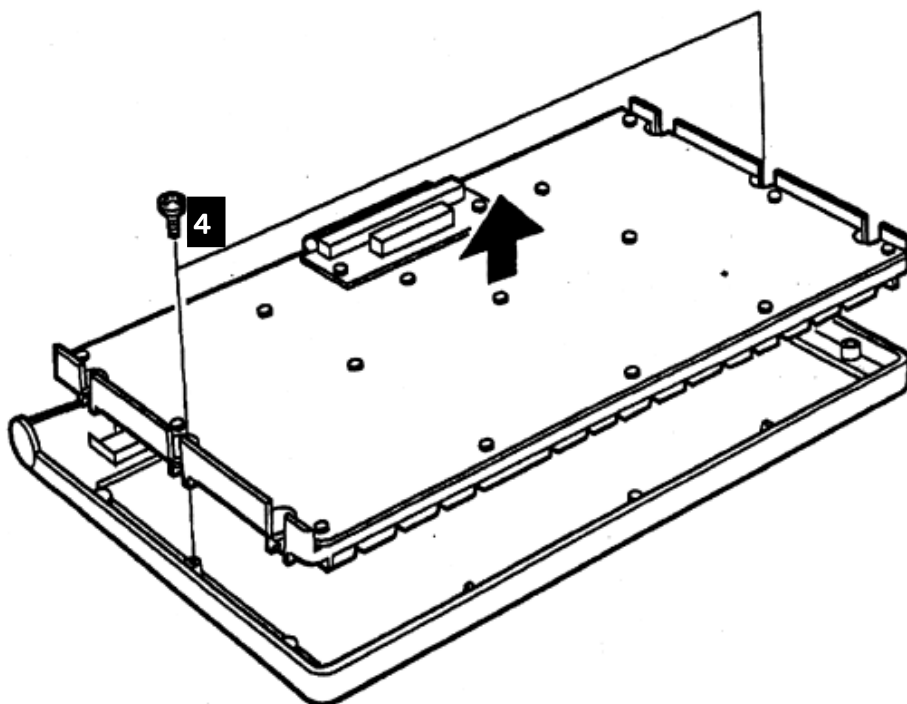

図 14. PLUキーボード/ディスプレイ その 3
4. 2つのねじ(図 14 **4**)を外し、Matrix Unit をとりはずします。